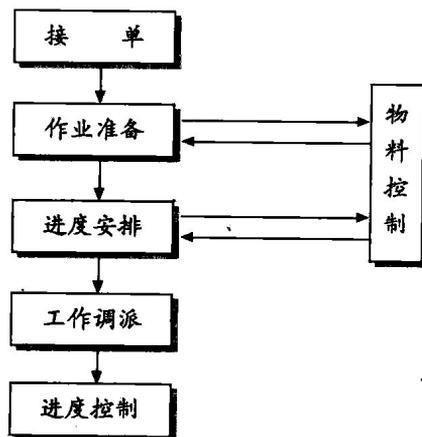

图 1-3 订货生产型生产管理作业程序图(老产品)
② 老产品：指已生产过不必重新设计或制作样品，且生产资料完备。对于老产品的生产管理往往已经比较成熟，其作业程序如图1-3所示：